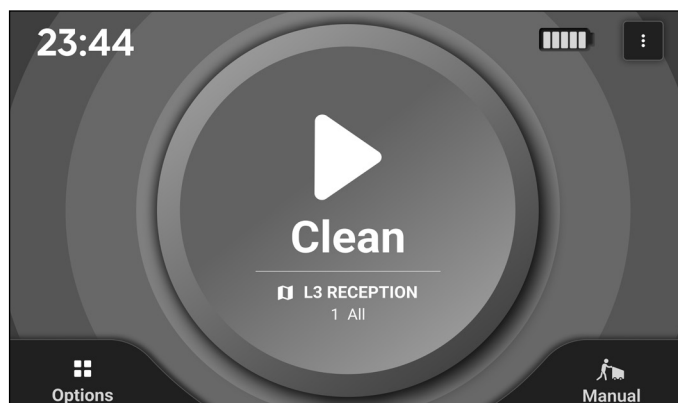

Figure 51
1. Vérifiez le niveau de la batterie à partir de la page d'accueil sur l'écran tactile (**Fig. 51**).